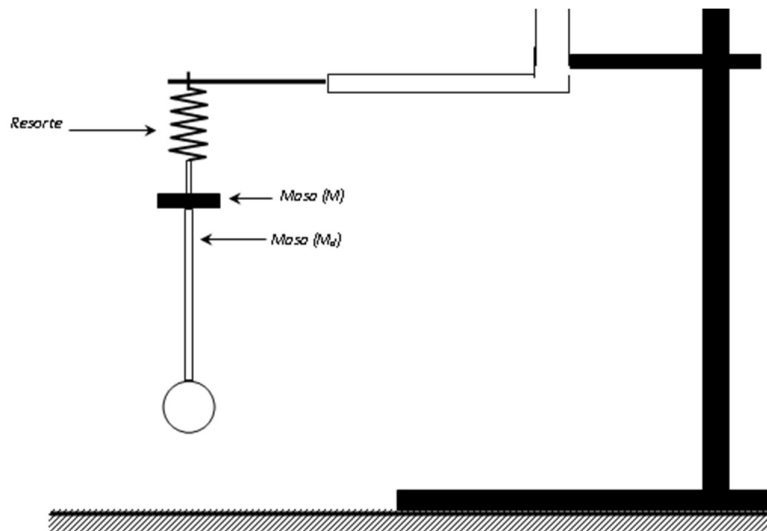

Figura 2: Montaje para los experimentos de medición estática y dinámica de la constante elástica del resorte.
- a) Preparar el experimento según la figura 2. Utilizar el sensor de posición para identificar la posición de equilibrio de varias masas colocadas en la varilla. Hallar experimentalmente la relación fuerza versus desplazamiento. Realizar la experiencia con alrededor de 8 masas diferentes.
- c) Analizar la relación entre las posiciones y la fuerza Peso aplicada comparando con la ecuación (1). Evaluar mediante cuadrados mínimos su validez y realizar una MEDICIÓN INDIRECTA de la constante del resorte K a través de los parámetros óptimos hallados.
- a) Preparar el experimento según la figura 2.
- c) Discutir los conceptos de Amplitud, Período, Frecuencia y Fase para la evolución temporal de la posición y la fuerza, considerando la ecuación (2). Selección de las masas: ver Apéndice 2
- d) Obtener la posición en función del tiempo y analizar los datos adquiridos mediante UN AJUSTE NO LINEAL con cuadrados mínimos a la ecuación (2). Obtener a partir de los parámetros hallados: la amplitud, la frecuencia y la fase inicial. ¿Es válido asumir que el movimiento es armónico simple? ¿En qué intervalos de tiempos característicos?
- e) Realizar el punto anterior para 4 masas. A partir del K medido en la actividad 2 y las frecuencias medidas en el ítem 3d, determinar la validez de la ecuación (3). Elijan las masas siguiendo la recomendación del apéndice 2.